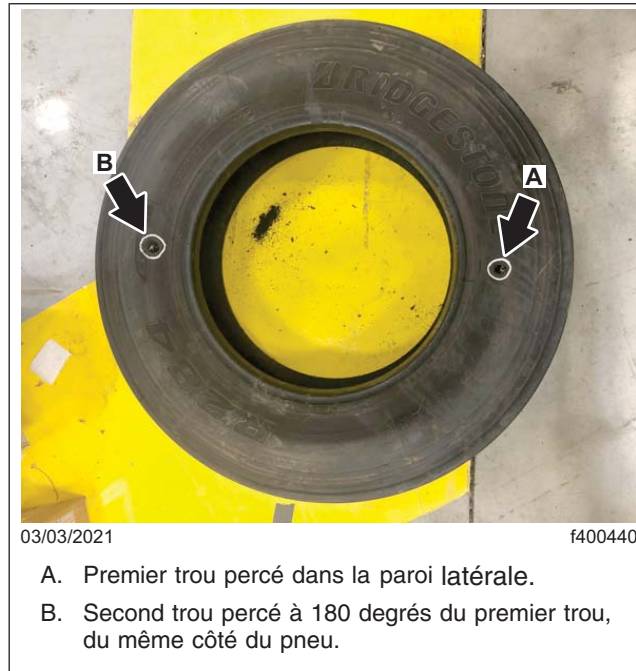

Fig. 10, Deux trous percés
3. Percez un autre trou du même diamètre à 180 degrés du premier trou, du même côté du pneu. Reportez-vous à la **Figure 10**.